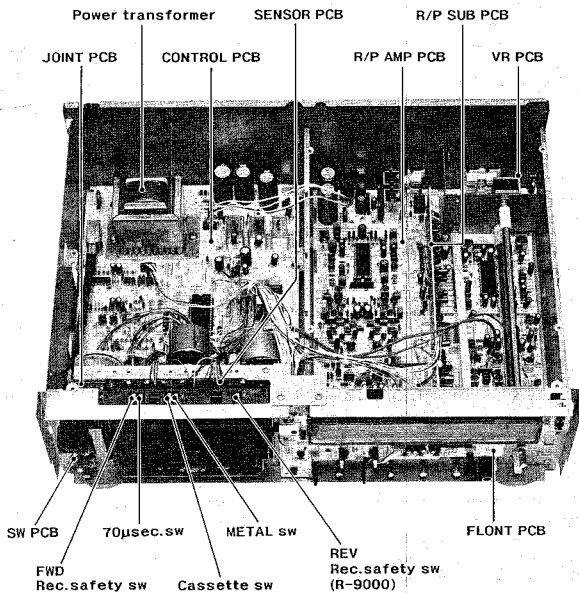

Fig. 3-1
- Press the cassette switch (see Fig. 3-1) up to set the deck to the playback mode.
- カセット・スイッチ (Fig. 3-1 参照) を上方に押し上げてプレイ・モードにする。